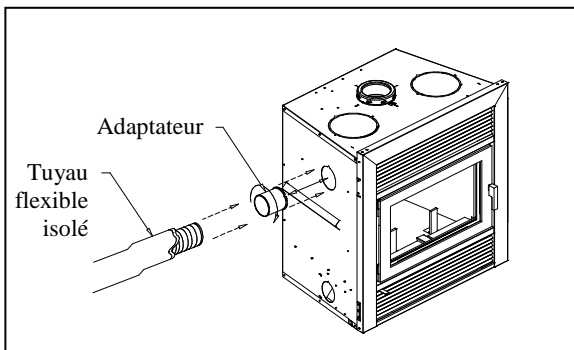

Figure 19
- A) Fixez l'adaptateur sur le côté et / ou dans le dos du foyer. On peut utiliser plus d'une sortie à la fois sur le même foyer (figure 19).